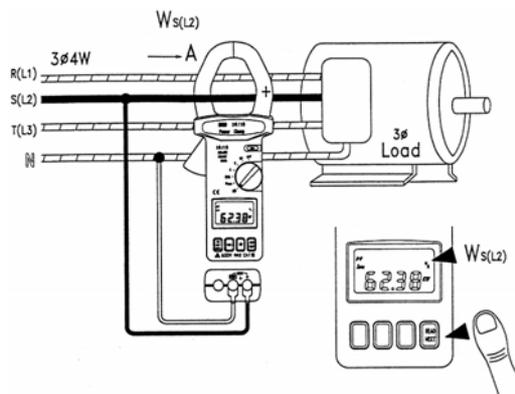

Рис. 11
8.3 Затем замеряется W_S (или W_{L2}) (см. рис. 11).